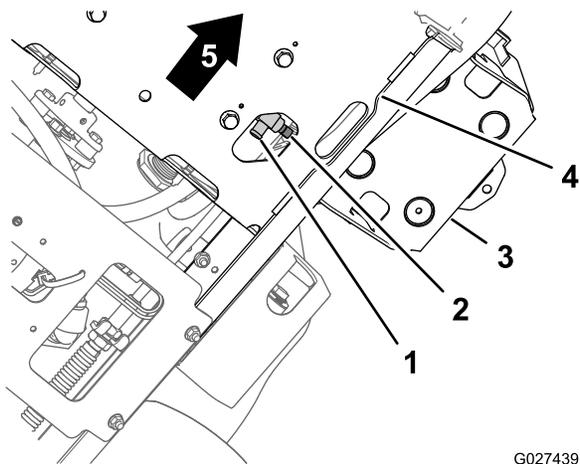

Figura 60
4. Coloque un recipiente de vaciado con capacidad de 1.5 l (1.6 cuartos de galón US) o más debajo del tapón de vaciado de la parte inferior de la chapa de protección y al interior de la bandeja de la batería (Figura 60).
- Abra la válvula de vaciado girando el vástago con cabeza hexagonal de la válvula en sentido antihorario con una llave (Figura 60).
- Cierre la válvula de vaciado en sentido horario hasta que la válvula quede bien asentada (Figura 60).